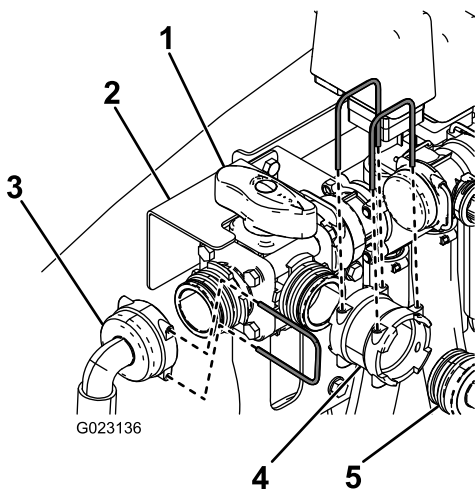

Figura 21
3. Usando los pernos que retiró anteriormente, instale el soporte de la válvula sobre el soporte pequeño (Figura 21).
4. Sujete la válvula en T a la válvula de agitación con la horquilla de retención que retiró anteriormente (Figura 21).